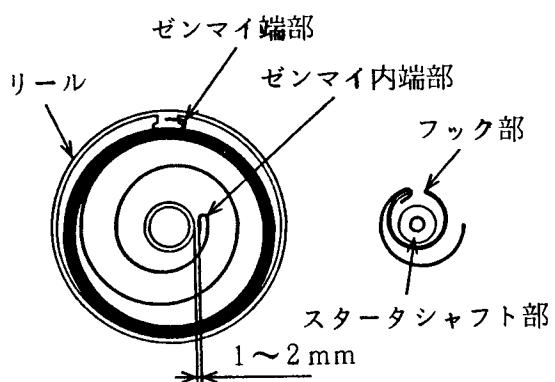

Fig 12-4
- (2) ゼンマイがリール側の収納部に確実にセットされている事を確認してから、Fig 12-4 の様にフック部が確実に引っ掛かる様に、ゼンマイ内端部とリールブッシュ部の間を 1~2mm の位置になる様に成形して下さい。
尚、ゼンマイの収納方向を間違えぬ様 Fig12-4 を参照して下さい。